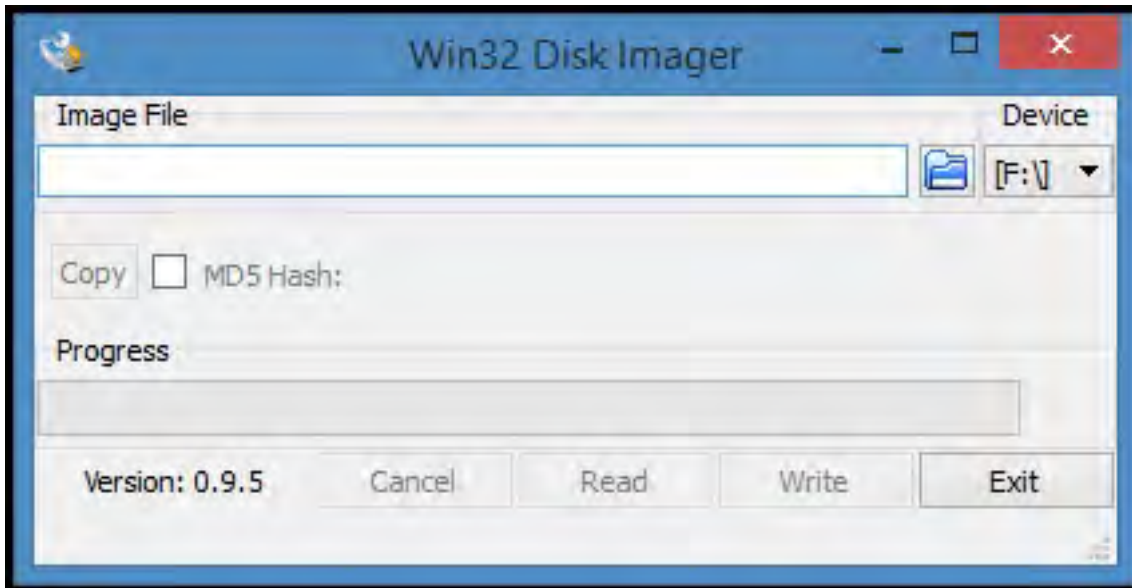

Figura 3.1: Win32DiskImager.
- Execute como administrador clicando com botão direito no ícone Win32DiskImager (Figura 3.1).